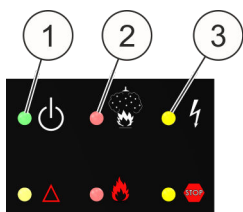

Abb. 52: Blockierung
- Die obere gelbe LED (Abb. 52/2) leuchtet.
Ist eine mit Türkontaktschalter ausgerüstete Tür geöffnet, leuchtet zusätzlich die untere gelbe LED (Abb. 52/3).
- Vor Aufhebung der Blockierung sicherstellen, dass die obere rote LED (Abb. 52/1) **nicht** leuchtet, da andernfalls der Löschvorgang sofort eingeleitet wird.